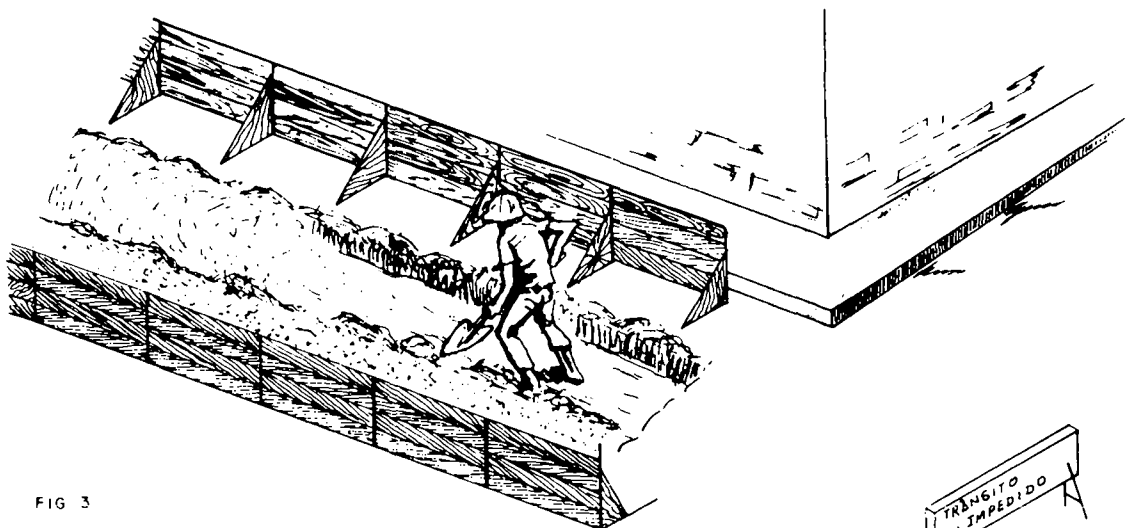

FIG 3
4.º Passo – Retire o resto do entulho (fig. 3).